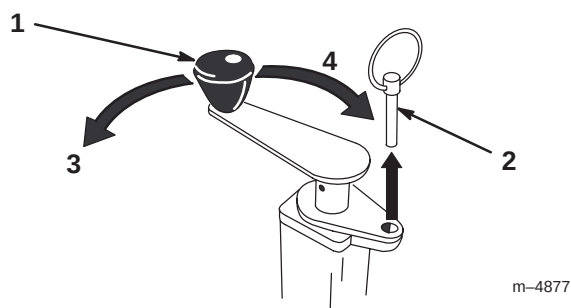

Figure 5
1. Enlevez les goupilles de fixation des boutons des manivelles de la lame niveleuse (Fig. 5).
2. Tournez les manivelles dans le sens horaire ou anti-horaire pour élever ou abaisser respectivement la lame niveleuse (Fig. 5).